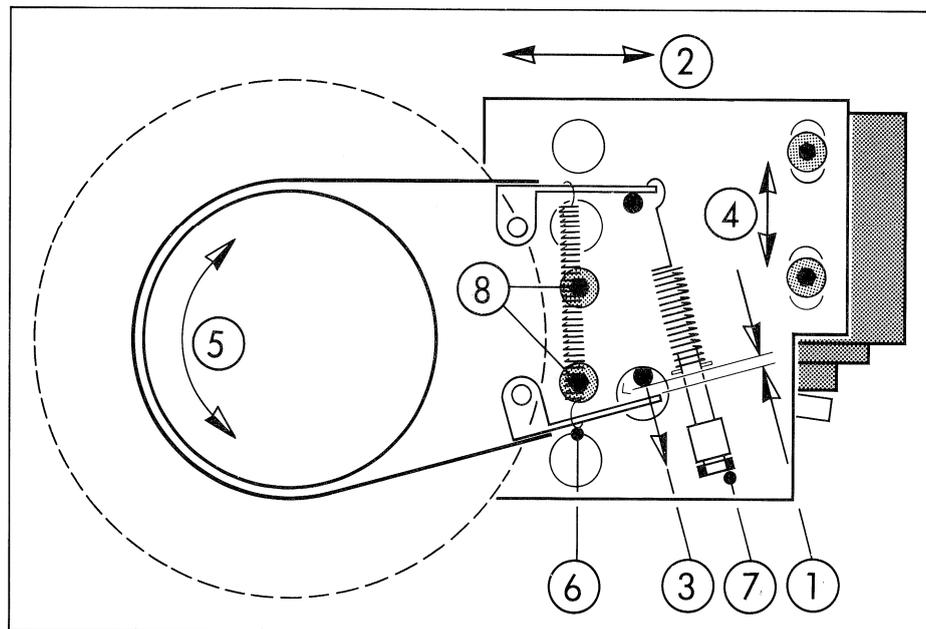

Fig. 16 Bremsaggregat
- Das Spiel [1] zwischen dem Bremshebel und dem Abhebebolzen muss 1 bis 1,5 mm betragen, Fig. 16.
- Federwaage 0 – 5 N (0 bis 500 p) in einer Schlaufe am Bandanfang einhängen; Band langsam und gleichmässig abwickeln. Das Bremsmoment kann durch Umhängen der Feder [6], Fig. 16 auf den in der folgenden Tabelle spezifizierten Wert eingestellt werden.
- Federwaage 0 – 25 N (0 bis 2.5 kp) in einer Schlaufe am Bandanfang einhängen; und langsam und gleichmässig ziehen. Das Bremsmoment kann durch drehen am Sechskantbolzen (Schlüsselweite 7mm) [7], Fig. 16 auf den in der folgenden Tabelle spezifizierten Wert eingestellt werden.